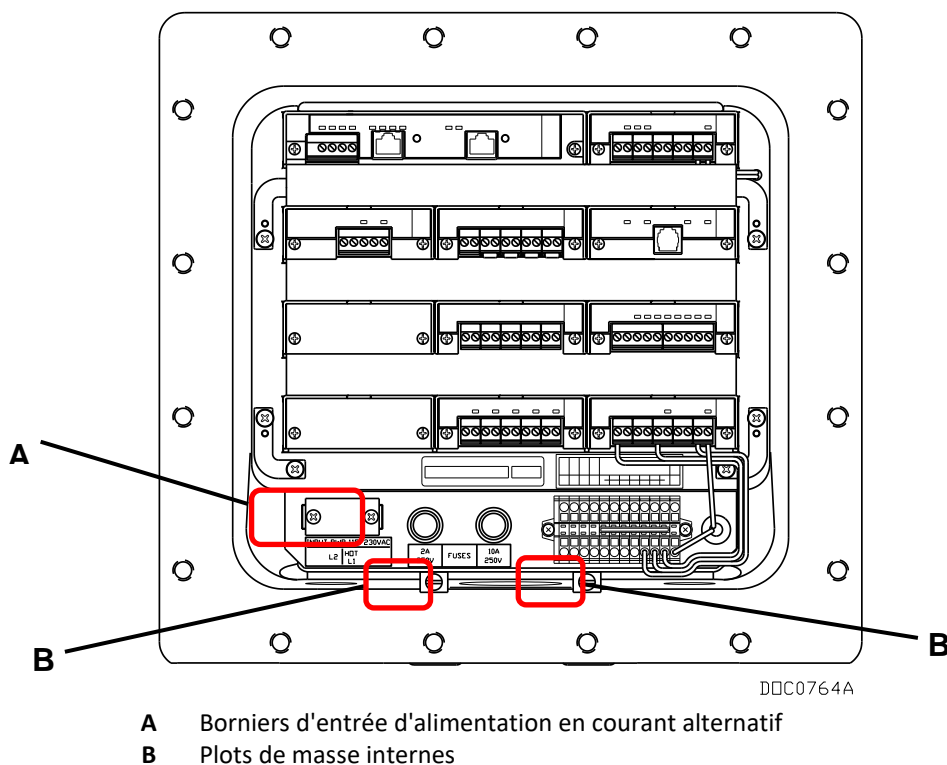

Figure 4. Porte-cartes du DL8000
1. Raccordez l'alimentation en courant alternatif au bornier, comme illustré à la *Figure 4*. Les deux bornes acceptent une alimentation en courant alternatif (115 ou 230 Vca). Des cosses ouvertes numéro 6 sont recommandées pour les raccordements à ce bornier. Pour une alimentation de 115 Vca, raccordez le câble de phase à la borne HOT (L1) et le câble de neutre à L2. Pour une alimentation de 230 Vca, raccordez un des câbles de phase à la borne HOT (L1) et l'autre à L2. Maintenez les câbles de courant alternatif à l'écart des circuits de signaux de courant continu pour minimiser le bruit.